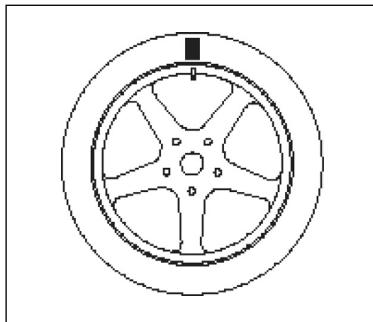

Figura F5.6 - Girando la rueda 180 grados a la
- 5) Retire la rueda del eje de equilibrio y separe la rueda y la llanta, y luego gire la posición marcada de la rueda a la posición relativa de la boquilla de la rueda, como se muestra en la Figura F5.6.